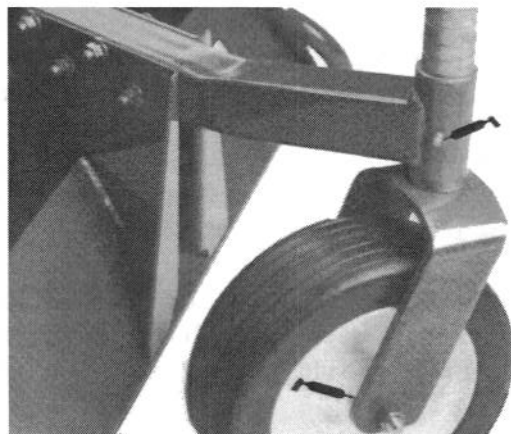
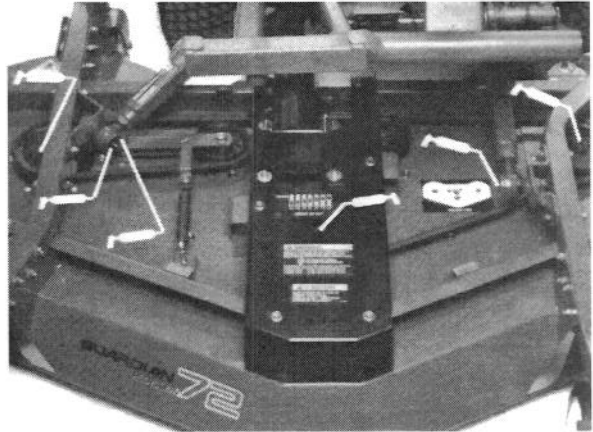

Figure 5
Figure 7
#### GRAISSAGE DES ROULEMENTS, DES MANCHONS ET DU BOITIER D'ENGRENAGES (Fig. 5–8)
1. Les roulements et les manchons suivants de l'unité de coupe doivent être graissés: manchons de l'axe de pivot avant (Fig. 5); roulements des roues pivotantes ((Fig. 5 & 6); roulements des axes de lames (Fig. 7); pivot du bras de la poulie de tension (Fig. 7) et articulations à rotule droite et gauche (Fig. 7).